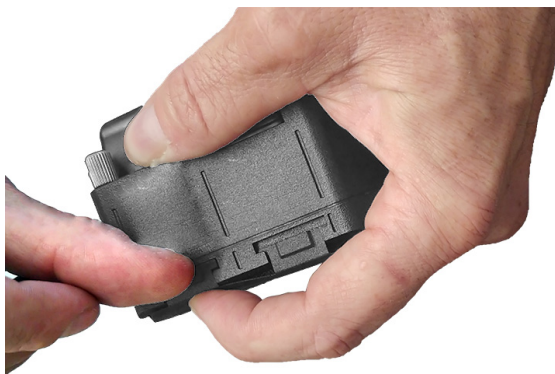

Figura 3-3 Remoção do protetor da gaxeta
1. Comprima o protetor da gaxeta no corpo do suporte da sonda com uma mão (veja a Figura 3-3 na página 57).